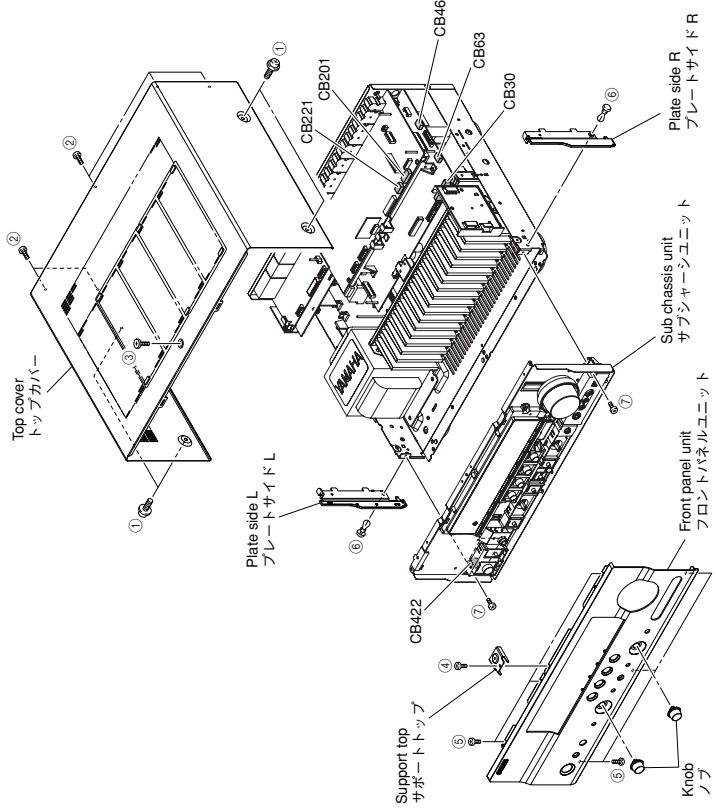

Fig. 1
- a. Remove 4 screws (1), 5 screws (2) and screw (3). (Fig. 1)
- b. Slide the top cover rearward to remove it. (Fig. 1)
- a. Remove 2 knobs (Fig. 1)
- b. Remove screw (4) and then remove the support top. (Fig. 1)
- c. Remove 6 screws (5). (Fig. 1)
- d. Remove the front panel unit. (Fig. 1)
- a. Remove 2 push rivets (6). (Fig. 1)
- b. Remove the plate side L and plate side R. (Fig. 1)
- c. Remove 2 screws (7). (Fig. 1)
- d. Remove CB30, CB46, CB63, CB201, CB221 and CB422. (Fig. 1)
- e. Remove the sub chassis unit. (Fig. 1)
- a. ①のネジ4本、②のネジ5本、③のネジ1本を外します。(Fig. 1)
- b. トップカバーを後方へスライドさせ、取り外します。(Fig. 1)
- a. ノブを2個取り外します。(Fig. 1)
- b. ④のネジ1本を外し、サポートトップを取り外します。(Fig. 1)
- c. ⑤のネジ6本を外します。(Fig. 1)
- d. フロントパネルユニットを取り外します。(Fig. 1)
- a. ⑥のプッシュリベット2本を外します。(Fig. 1)
- b. プレートサイドLおよびプレートサイドRを取り外します。(Fig. 1)
- c. ⑦のネジ2本を外します。(Fig. 1)
- d. CB30、CB46、CB63、CB201、CB221、CB422を外します。(Fig. 1)
- e. サブシャーシユニットを取り外します。(Fig. 1)